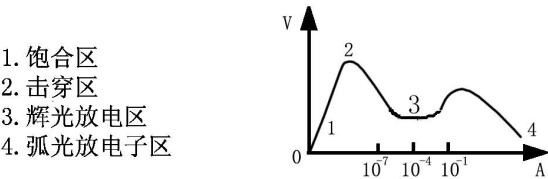

图 9-1
3. 如管子能点燃，可将 220V 电源断开，输出端“+”、“-”短路一下，请参照图 9-1 串入 mA 表，选择适当的电阻个数，使工作电流调整至 4~6mA 之间，此时测量并记录下管压降与电阻上的压降。